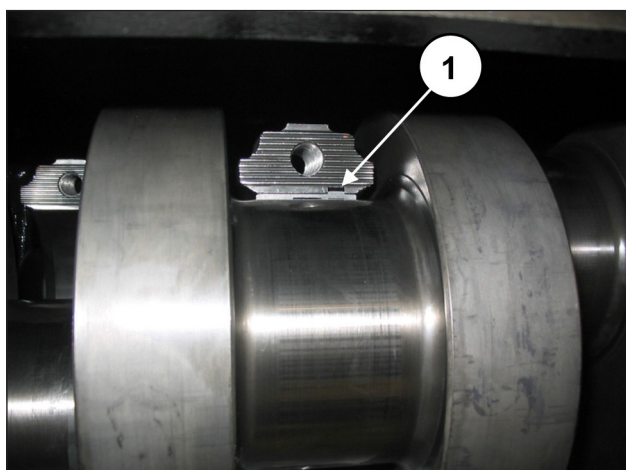

Abb. 57
Stellen Sie für einen vorschriftsmäßigen Einbau der Lagerschalen sicher, dass die Bezugsmarkierung der Lagerschalen in der entsprechenden Aufnahme an der Pleuelhälfte zu liegen kommt (Pos. ①, Abb. 57).